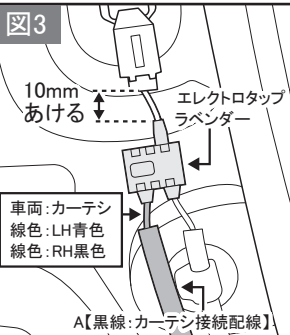

図4
5. 図4を参照し、④電源ハーネスユニットのエレクトロタップグレーが付いているB【赤線:電源接続配線】を車両フロアハーネスに沿って配策する。